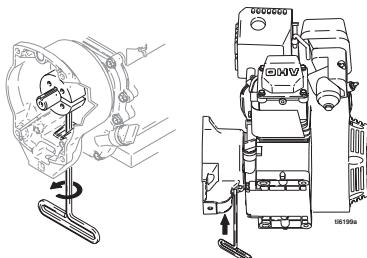

图 9
- 图 9. 把发动机侧向放倒，使油箱在下，而空气过滤器在上。